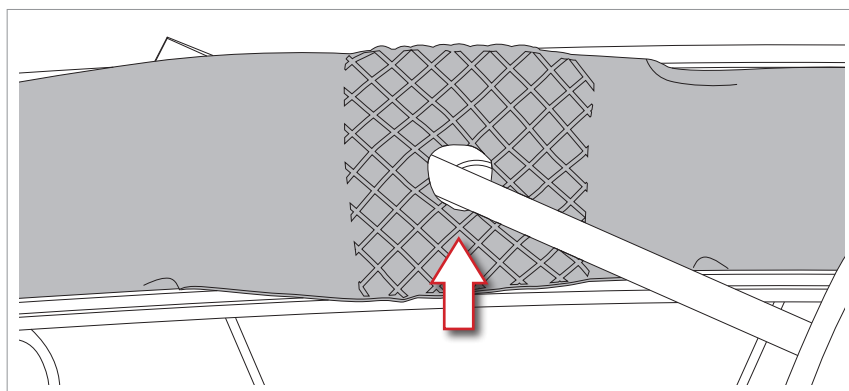

Fig.1
- Retirer le Rim tape originel des roues ; s'il est présent, utiliser un tournevis pour le séparer de la jante (Fig.1).